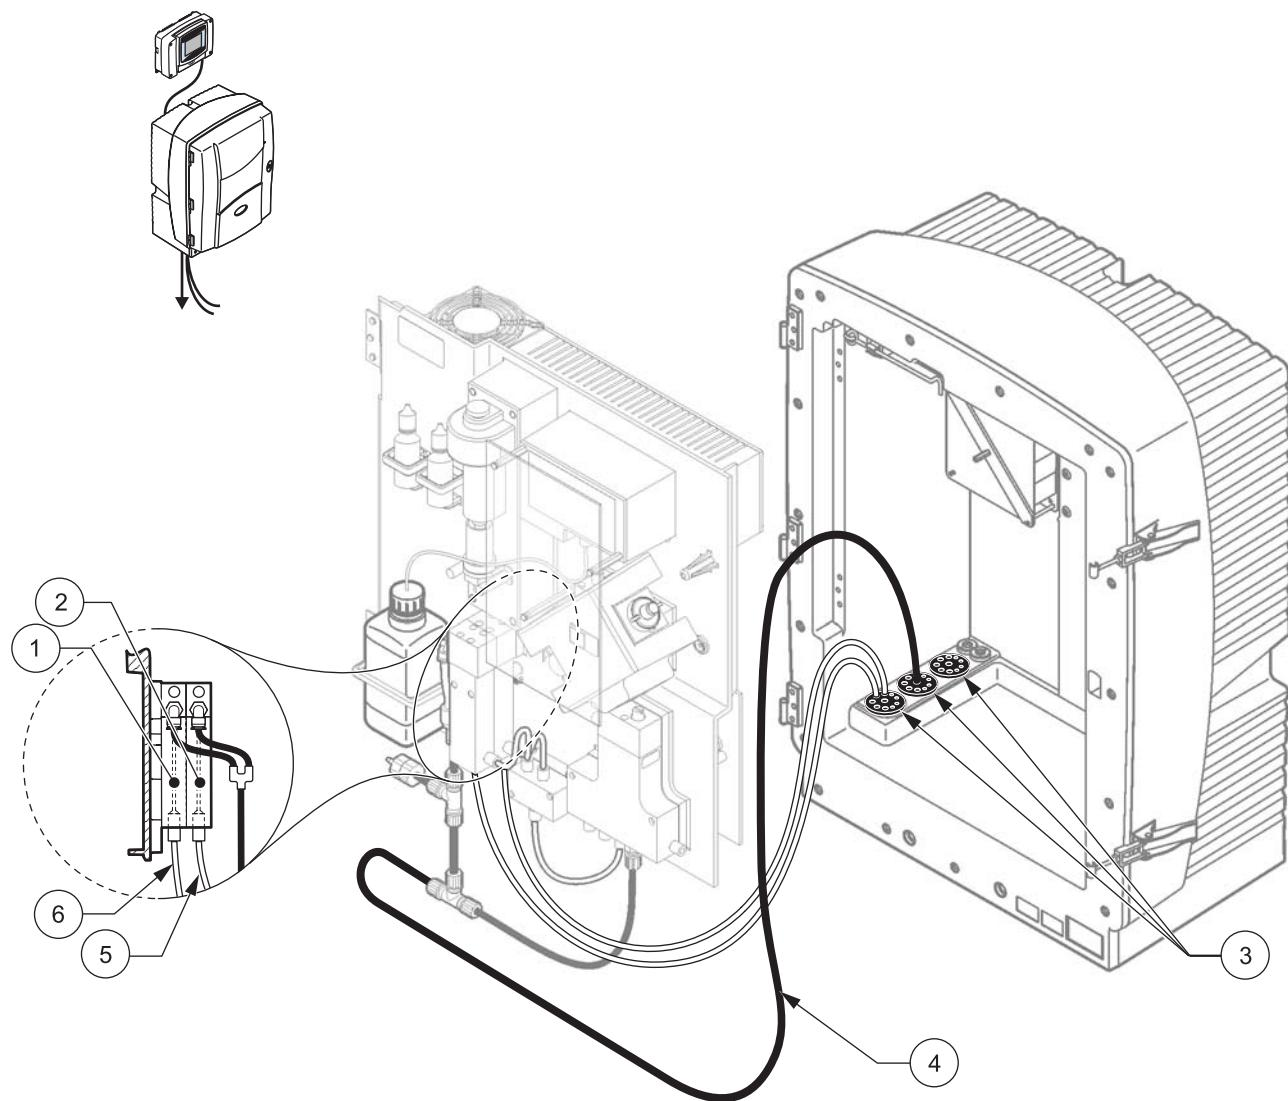

图 36 选项 11a 设置
请参考图 36 以及选项 11a 的以下说明：
3. 使用 3 号密封塞通过分析器引出排放管（图 36, 项目 4）。